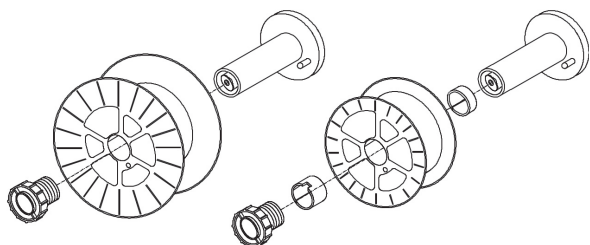

Figure 4
- Si nécessaire pour les bobines les plus petites mettre aussi les entretoises comme indiqué dans la Fig. 4.